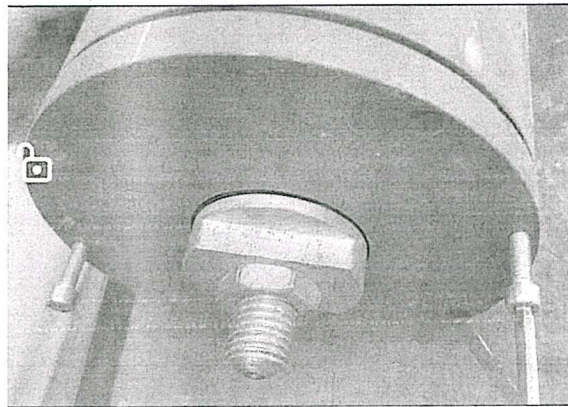

图 4.5
- 步骤 2: 用 M6 的两个螺钉顶开端盖 (图 4.5);